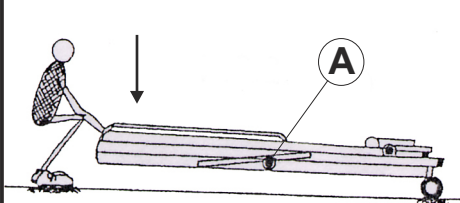

Fig. 1
1. Dalla comoda posizione di trasporto adagiare la scala al suolo (Fig. 1).
2. Sganciare le cerniere "A" (Fig. 1).